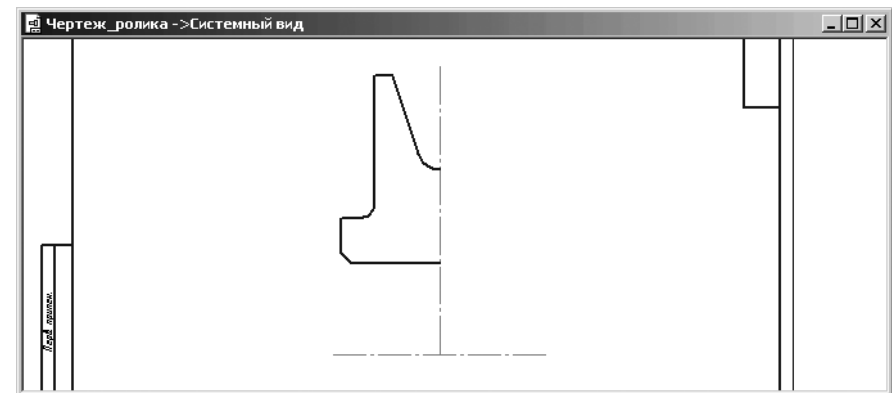

Рис. 4.29. Результаты построения фаски в отверстии и скругления на бобышке
- щелкните на **Специальной панели управления** по кнопке  – **Прервать команду**. Это состояние системы показано на рис. 4.29.